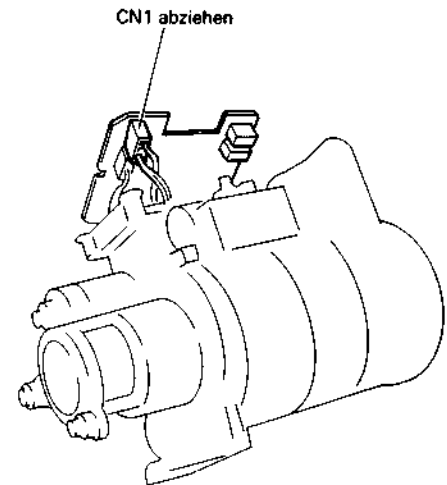

Abb. 2.114 Ausbau des Zoom-Motors
Ausbau des Zoom-Motors (Abb. 2.114, 2.115)
3. Den Stecker CN1 abziehen (siehe Abb. 2.114).
3. Den Stecker CNI abziehen (siehe Abb. 2.114).